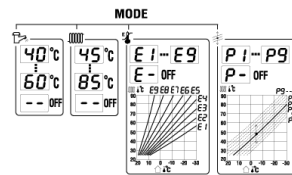

Рис. 2 – График эквitherмических кривых
Нажмите кнопку Var/MODE – на дисплее изобразится буква E с цифрами от 1 до 9 или с тире. Выбор эквitherмической кривой проводится кнопками (7) и (9). Крутизна кривой повышается с настраиваемой цифрой (E1 < E9), см.рис. 2. Выключение эквitherмического регулирования проводится выбором E-.